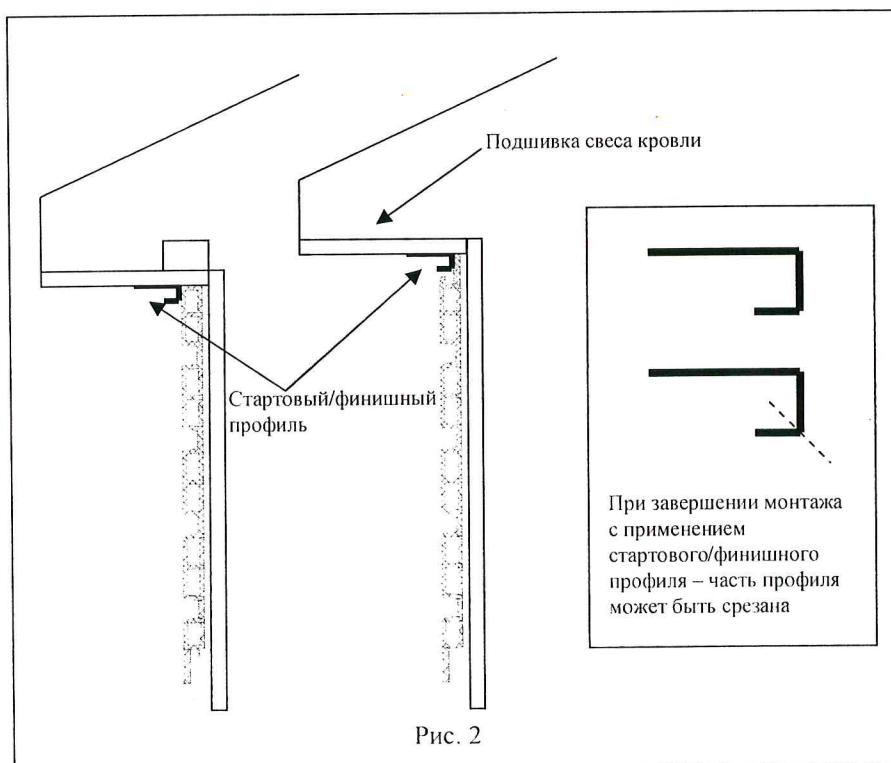

Рис. 2
10. Крепление верхней панели (завершение монтажа) осуществляется несколькими способами. См. рис.2,3